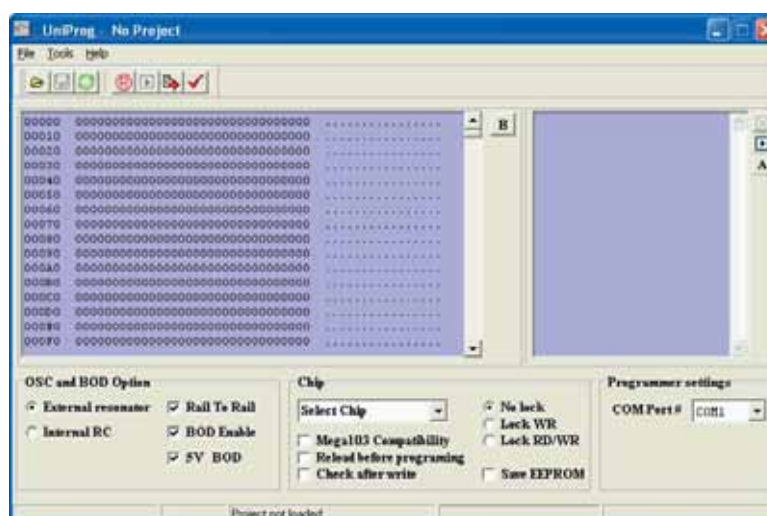

Рис. 53.
- 1.6. Запустите программу Prog32.exe (рис.53).